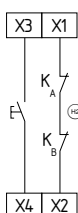

Fig. 6
**Bouton "marche" externe (avec détection des flancs) (Fig. 6)**